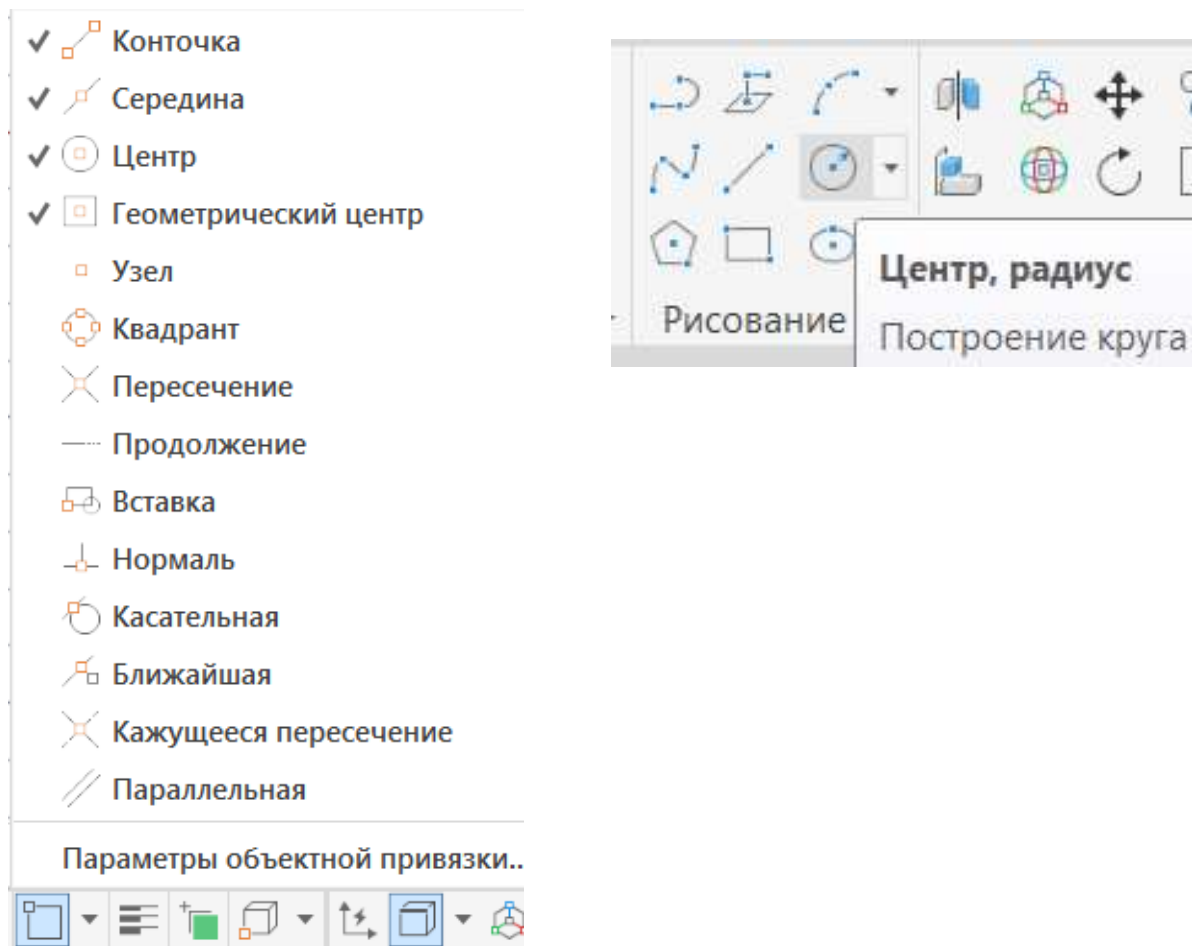

Рис. 194. Выбор объектной привязки и команды Круг
3. Построим четыре окружности отверстий основания детали. Для этого предварительно надо убедиться, что в строке состояния включена необходимая для построения 2D-объектная привязка *Центр* (рис. 194). Переходим в тип визуального стиля *2D-каркас*. Далее выбираем команду **Круг (Центр, радиус)** (рис. 194).